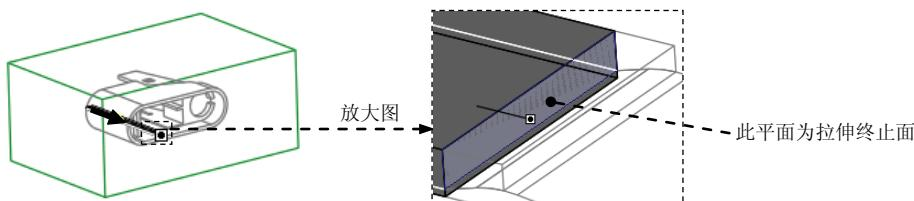

图 19.31 选取拉伸终止面
(5) 设置深度选项。
- ① 在操控板中选取深度类型 (到选定的)。
- ② 将模型调整到图 19.31 所示的视图方位, 采用“列表选取”的方法, 选择图 19.31 所示的平面为拉伸终止面。